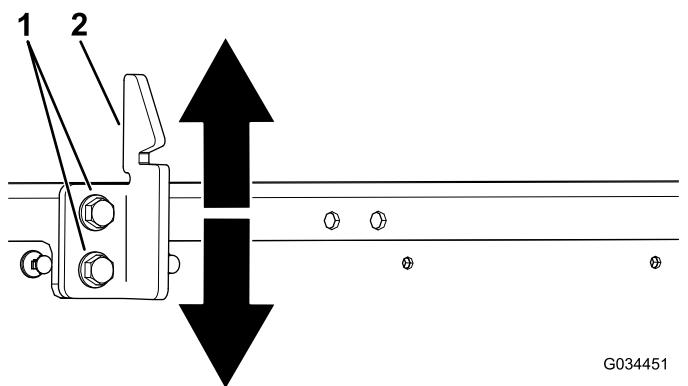

Bild 9
- Lösen Sie die zwei Schrauben am Schlagbolzen des Ladepritschenriegels und bewegen Sie den Schlagbolzen nach oben oder unten, je nachdem, ob der Schlagbolzen zu hoch oder zu niedrig ist (Bild 9).
- Ziehen Sie die zwei Schrauben am Schlagbolzen des Ladepritschenriegels an (Bild 9).